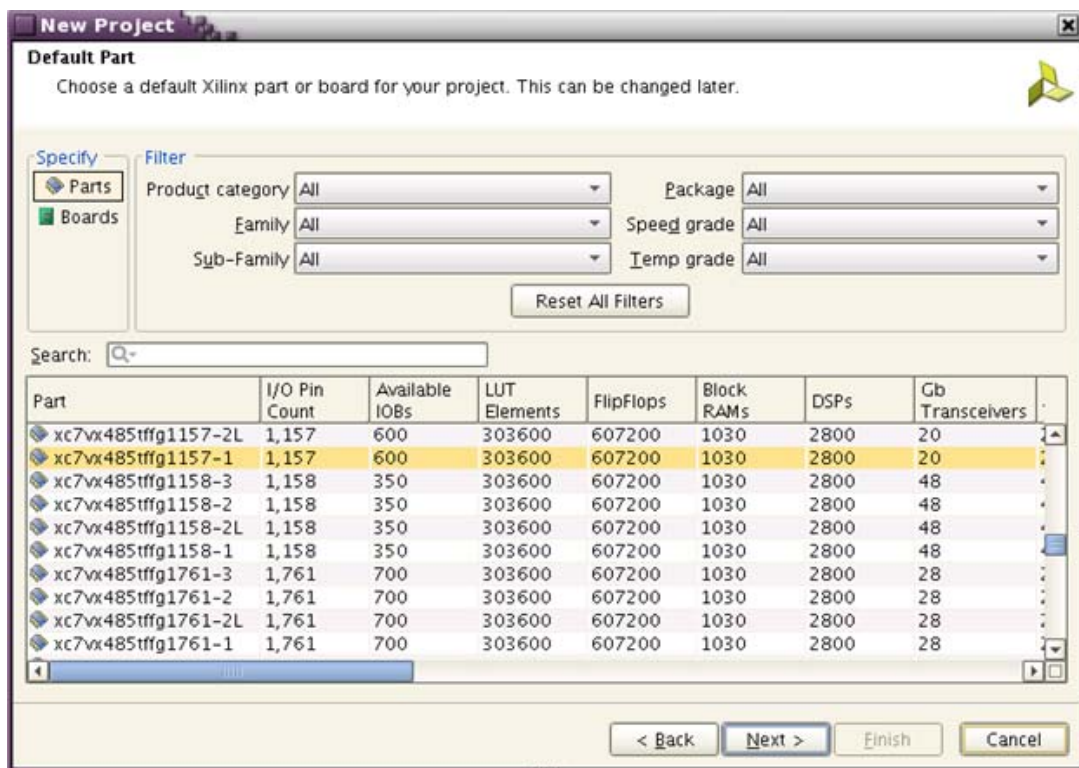

図 4 : [New Project] : [Default Part] ページ
13. Vivado Design Suite で選択されたデバイスのまま、[Default Part] ページで [Next] をクリックします (図 4)。